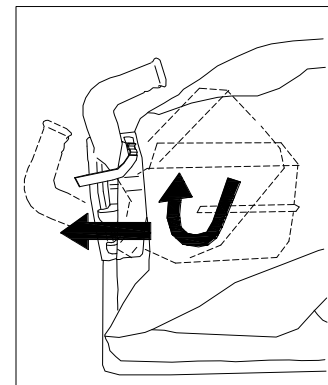

Fig. 2
3. **FOLD** opsamlingsposen ud (element 21) og fastgør posehalsen til quick disconnect-forbindelsen (element 12). Fastgør til husets udstødningstør (element 1). (Se fig. 2 og 3.)